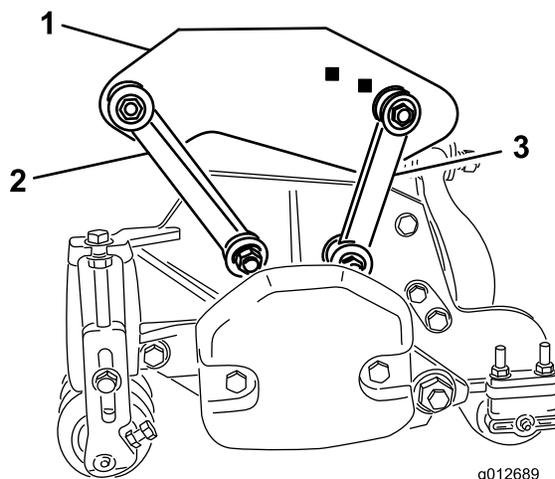

Figure 19
- Fixez les biellettes de montage avant dans les trous du bâti porteur au moyen d'un boulon (3/8 x 2-1/4 po), de 2 rondelles plates et d'un contre-écrou, comme montré à la Figure 19. Placez une rondelle de chaque côté de la biellette lors du montage. Serrez les fixations à 42 N m.
- Fixez les biellettes de montage arrière dans les trous du bâti porteur arrière au moyen d'un boulon (3/8 x 2-1/4 po), de 2 rondelles plates et d'un contre-écrou, comme montré à la Figure 19. Placez une rondelle de chaque côté de la biellette lors du montage. Serrez les fixations à 42 N m.